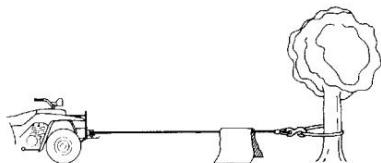

Figure 4
- 11. Beim Ziehen schwerer Lasten empfiehlt es sich, eine dicke Decke oder Jacke über das Drahtseil in der Nähe des Hakenendes zu legen (Abbildung 4). Sollte das Drahtseil reißen, wirkt das Tuch als Dämpfer und verhindert, dass das Seil peitscht.**